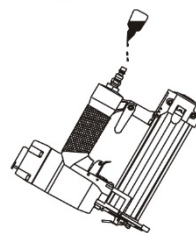

Fig 2
1. Vérifiez si l'outil a besoin d'être lubrifié. Si nécessaire, versez deux gouttes d'huile dans le raccord à air comprimé, voir fig. 2. Si vous utilisez une unité de lubrification, vérifiez s'il est nécessaire de faire l'appoint d'huile.